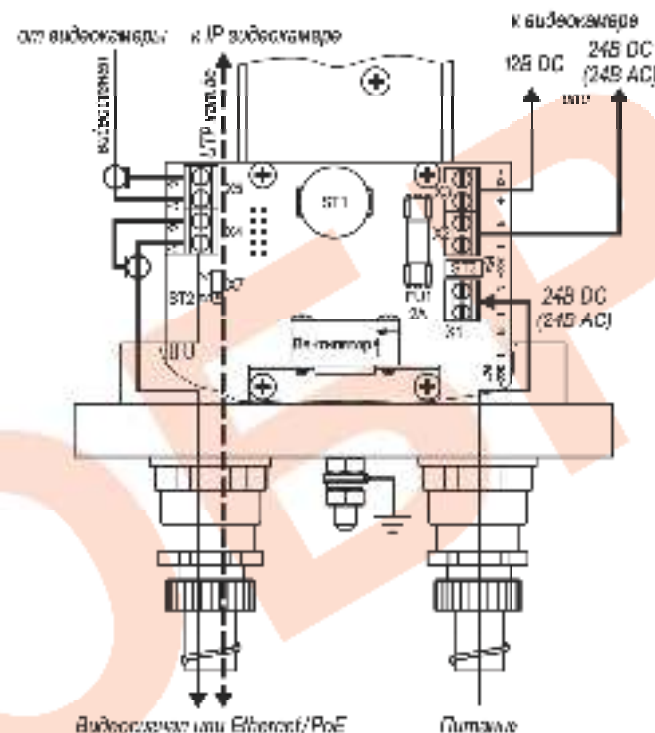

Рис.2 Подключение ТГБ-1Г ТВ Ex-24(12/24): -24(12)-24)
4. Подсоединить видеосъемку к контактам платы коммутации в соответствии со схемой подключения (рис.2, 3 или 4).
5. Ввести через гермовводы внешние кабели (кабель видео и кабель питания) и подключить их к плате коммутации (рис.2 или 3).
Предприятием изготовителем диаметр X7 установлен в положение «31» – мощность обогрева 31 Вт, для изменения мощности на 21 Вт диаметр X7 необходимо переставить в положение «21» (см. рис.2 и 3).